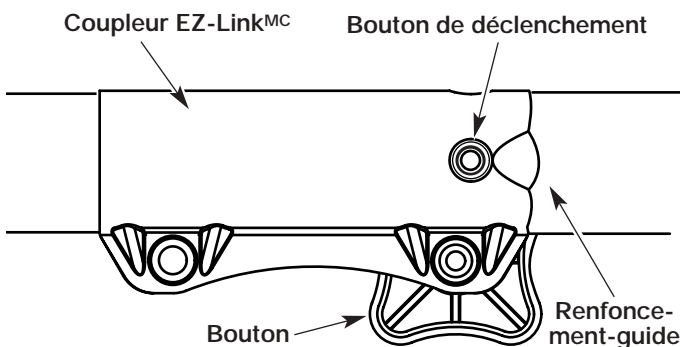

Figure 9
1. Dévissez le bouton vers la gauche (Fig. 9).
2. Appuyez sur le bouton de déclenchement et maintenez-le enfoncé (Fig. 9).
NOTE : aligner le bouton de déclenchement avec le renforcement-guide facilitera l'installation (Fig. 9).